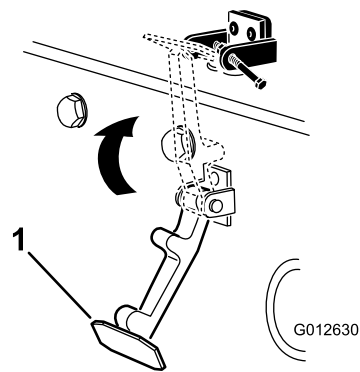

Рисунок 9
6. Зацепите защелку за кронштейн защелки капота (Рисунок 9).